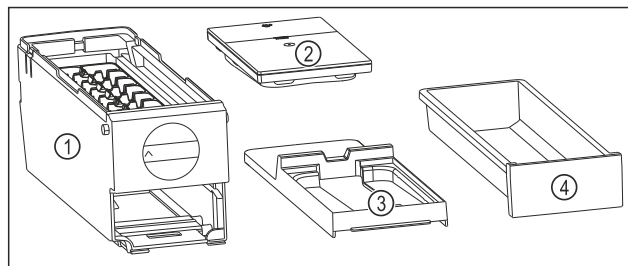

Fig. 80 Części dla EasyTwist-Ice
- EasyTwist-Ice jest rozłożony na cztery części. (patrz Fig. 80)
- Należy demontować EasyTwist-Ice wyłącznie na przedstawione części. (patrz Fig. 80)
- Czyścić korpus EasyTwist-Ice Fig. 80 (1) w całości.